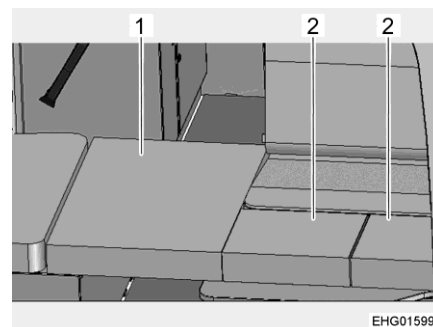

Fig. 108 Après la transformation
- Poser le grand coussin supplémentaire (Fig. 108,1) sur le renfort dans le couloir.
- Placer les petits coussins supplémentaires (Fig. 108,2) sur la table.